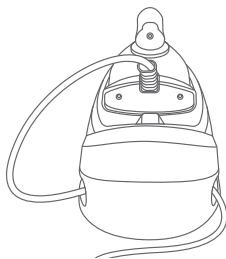

Fig.1
1. Așezați baza stației de aburi (5) pe o suprafață stabilă, plană și fermă.
2. Scoateți furtunul de alimentare cu aburi (12) din compartimentul de depozitare (6). Derulați complet furtunul de alimentare cu aburi și cablul de alimentare (13).
3. Asigurați-vă că fierul de călcat este așezat corect pe platforma termoizolată (11) (vezi Fig.1).